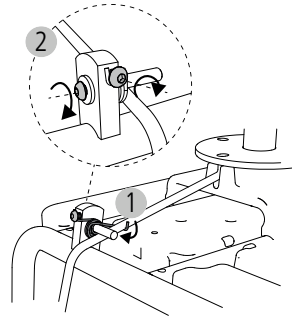

Abb. 4
- herrunterdrücken die Feder (Abb. 4, 1) und dann die Schrauben (Abb. 4, 2).
4. Die Verschraubung wieder einsetzen und festziehen (Abb. 4, 2).
5. Abschließend die Feder wieder spannen (Abb. 4, 1).